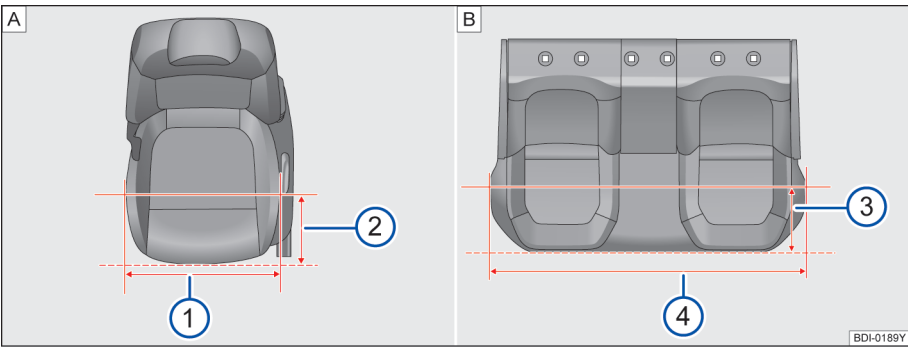

图 55 座椅座宽
如图⇒图 55B在距离后排座椅边缘 200mm 时⇒图 55③，后排座椅座垫宽度为 1297mm⇒图 55④。
如图⇒图 55A在距离前排座椅边缘 200mm 时⇒图 55②，前排座椅座垫宽度为 497mm⇒图 55①。